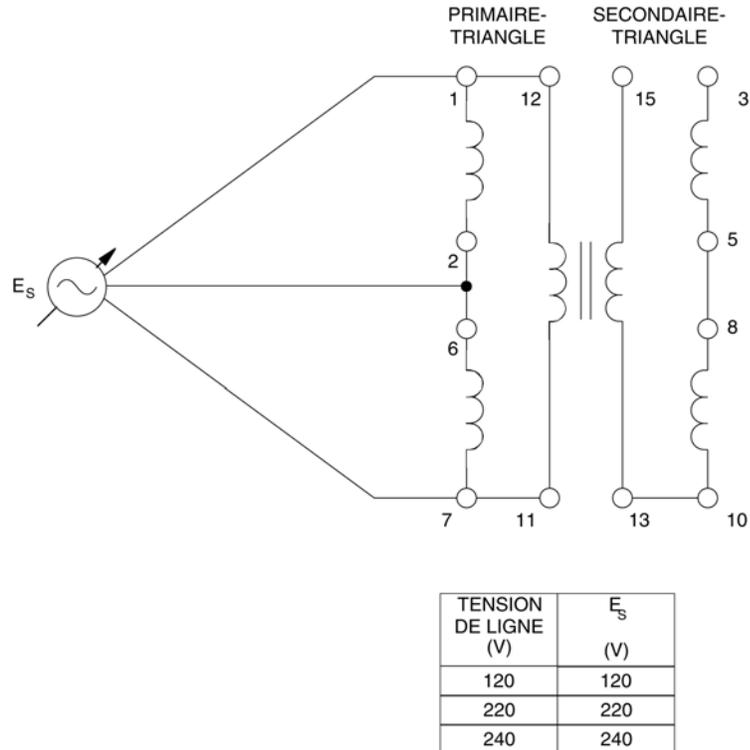

Figure 9-6. Transformateur triphasé raccordé en triangle-triangle.
- 5. Raccordez le module Transformateur triphasé dans la configuration triangle-triangle illustrée à la figure 9-6.
- 6. Mettez l'interrupteur principal du Bloc d'alimentation à la position I (marche) et réglez le bouton de commande de la tension de façon à obtenir la tension E_s indiquée à la figure 9-6. Utilisez l'appareil de mesure E1 pour mesurer les tensions des enroulements et notez les valeurs mesurées. Lorsque les valeurs mesurées sont enregistrées, tournez le bouton de commande de la tension vers la gauche, jusqu'au bout, puis mettez l'interrupteur principal du Bloc l'alimentation à la position O (arrêt).